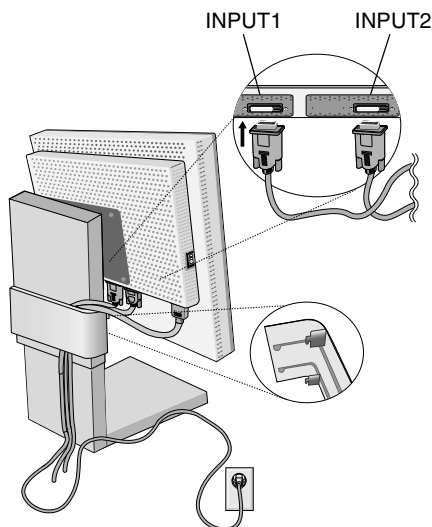

Figura C.1
3. Collegare il cavo segnali DVI al connettore sul retro del monitor (**Figura C.1**).
La copertura cavi può essere fissata sulla parte anteriore o posteriore del supporto inclinato (**Figura C.1, C.2**).
4. Collegare un'estremità del cavo di alimentazione all'ingresso c.a. sul retro del monitor e l'altra estremità alla presa di alimentazione (**Figura C.1**).